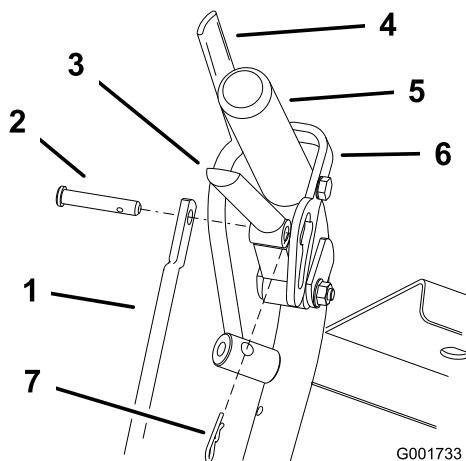
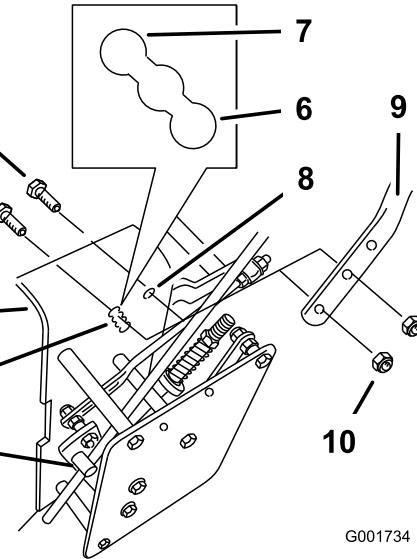

Bild 18
Bild 19
- Entfernen Sie die Splints und Lastösenbolzen von den Antriebshebeln und den Neutralarretierungen (Bild 18).
2. Lockern Sie die oberen Bundschrauben ($\frac{3}{8}$ " x $1\frac{1}{4}$ ") und die Bundmutter, mit denen der Bügel am Hinterrahmen befestigt ist (Bild 19).
3. Nehmen Sie die unteren Bundschrauben ($\frac{3}{8}$ " x 1") und die Bundmuttern ab, mit denen der Bügel am hinteren Rahmen befestigt ist (Bild 19).
5. Stellen Sie die Länge der Schaltstange ein, indem Sie die Schaltstange im Stangen-Anschlussstück drehen (Bild 18 und Bild 19).
6. Stecken Sie den Splint zwischen den Antriebshebeln und Neutral-Arretierungen in den Lastösenbolzen (Bild 18).